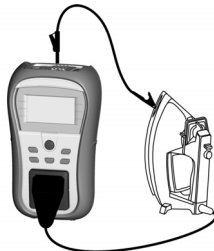

Figura 5.5: Medição da resistência da continuidade à terra
- Ligue o aparelho a testar ao instrumento (ver figura 5.5).